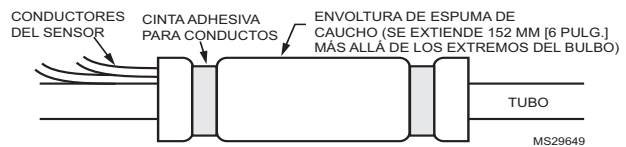

Fig. 2. Cobertura del bulbo y el tubo con aislante.
3. Si es necesario, cubra el bulbo con aislante y asegúrese de que se extienda, al menos, 152 mm (6 pulgadas) más allá de ambos extremos del bulbo. Ver Fig. 2.
4. Asegure el aislante con cinta adhesiva para conductos o cinta de aluminio. Ver Fig. 2.